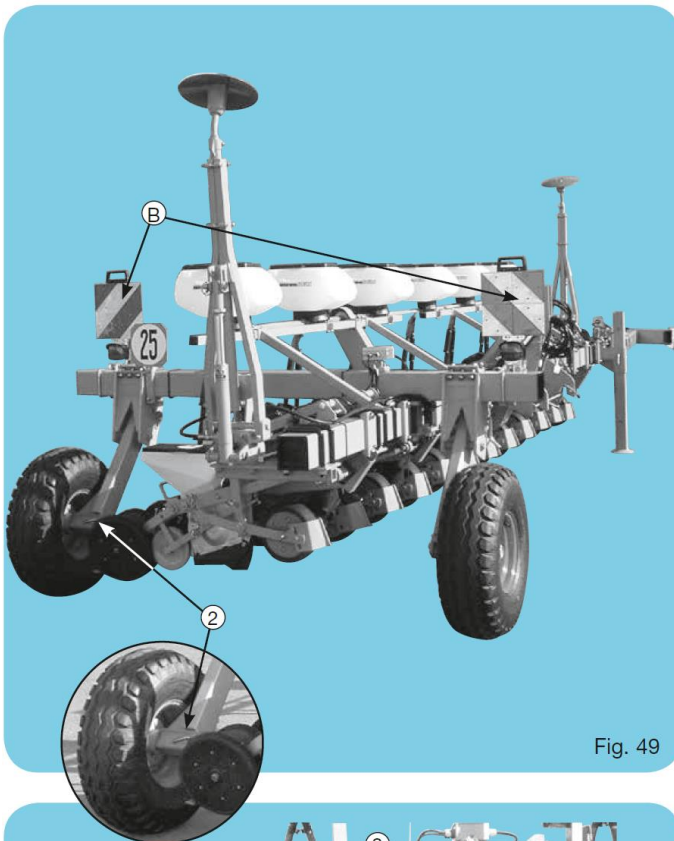

Fig. 49
- Ustawić oba koła, wraz z ich piastami w prowadnicach profili kwadratowych bloków kół i zablokować sworzniami (2), Fig. 49.
- Ustawić tablice oświetleniowe (B), Fig. 49 w ich prowadnicach.